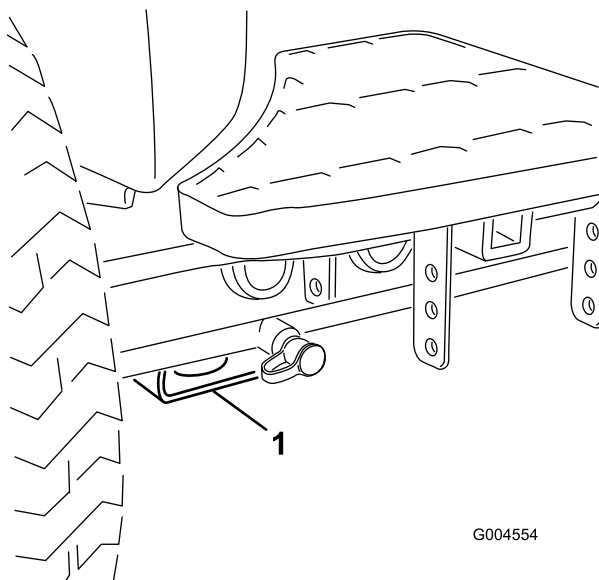

Bild 43
- Vorne: Rechteck unter dem Achsenrohr in jedem Vorderreifen (Bild 43).